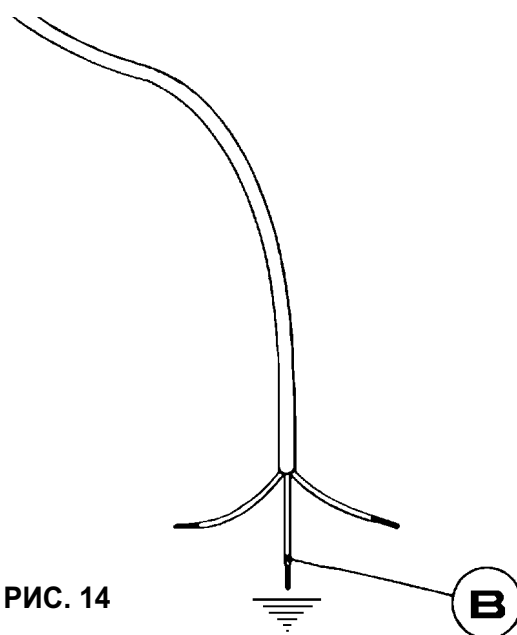

РИС. 14
*В случае замены подводящего кабеля провод заземления следует оставлять длиннее проводов (В) фазы (см. рис. 14), кроме того следует соблюдать правила, приведенные в разделе 8.*